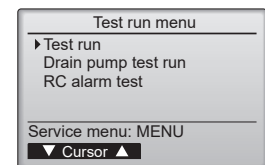

Fig. 7-2
2. Seleccione "Test run" (Modo prueba) desde el menú Modo prueba, y pulse el botón [SELECT/HOLD]. (Fig. 7-2)